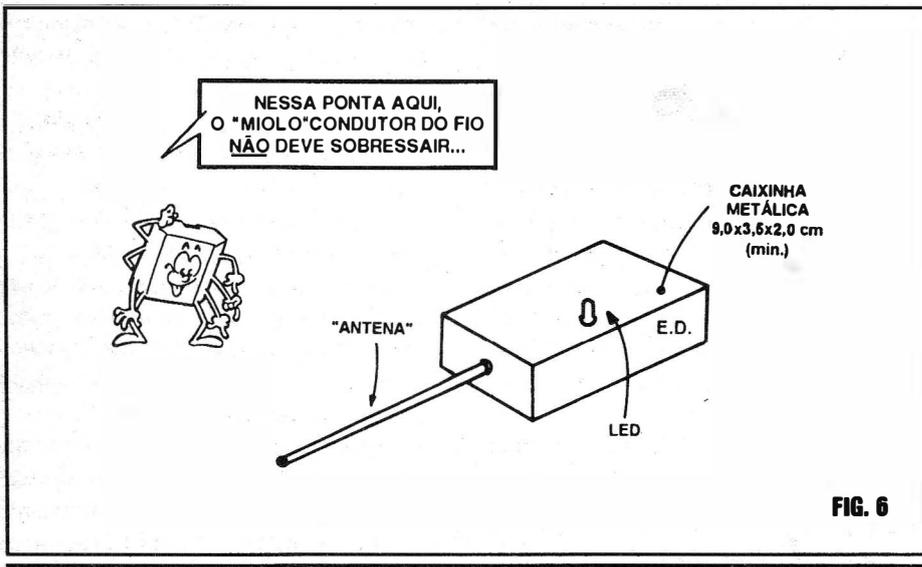

FIG. 6
- FIG. 6 - “AGASALHANDO” O ELETROSCÓPIO... - (Os mais sacaninhas entre Vocês pode até aproveitar o título do presente item, e passar a usá-lo em substituição à velha expressão de amor: “enfornando um robalo”...). Convém usar uma caixinha metálica no “abrigo” do circuito do ED, justamente para evitar outras “penetrações” de campos ou cargas estáticas, que não os intencionalmente captados via “antena” sensora... Se o Leitor/Aluno apenas conseguir obter container plástico, será possível improvisar sua “metalização” simplesmente revestindo-o, por dentro